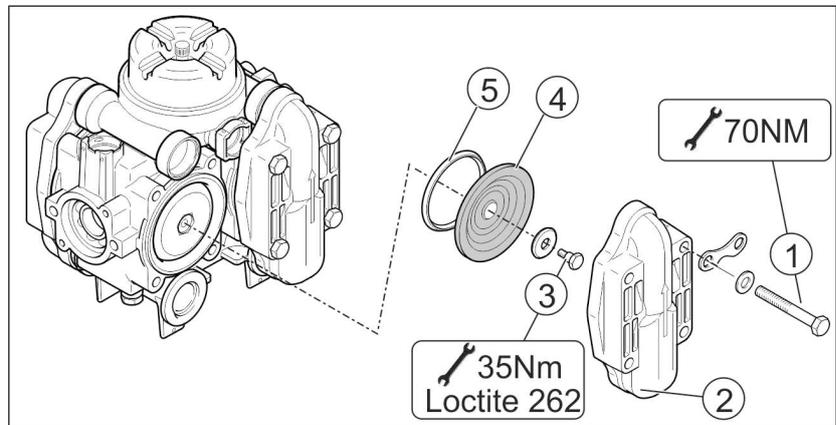

Fig. 199
2. Retirar los tornillos (Fig. 199/1).
3. Retire la tapa de la válvula (Fig. 199/2).
4. Extraer los grupos de válvulas (Fig. 199/3).
5. Sacar el anillo obturador de la válvula (Fig. 199/4) y la junta tórica (Fig. 199/5).